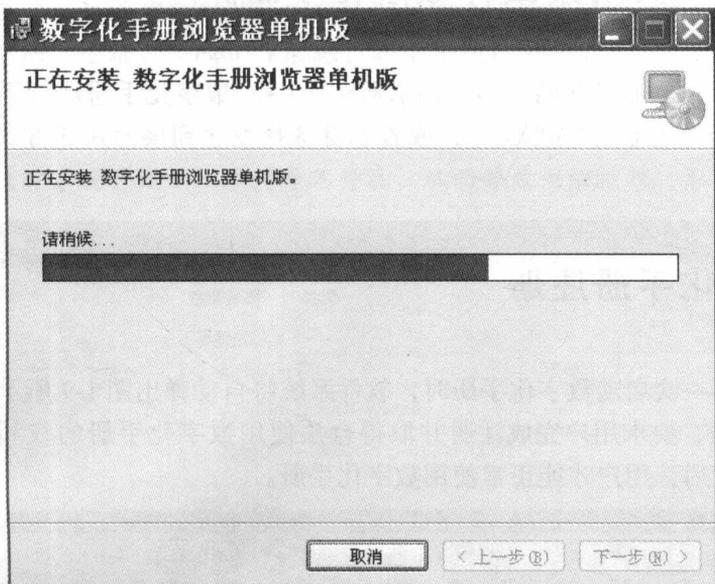

图 1-7 安装过程
7) 在安装过程中, 安装向导显示图 1-7 所示的安装过程。在此期间, 用户可随时单击“取消”按钮取消当前的安装。